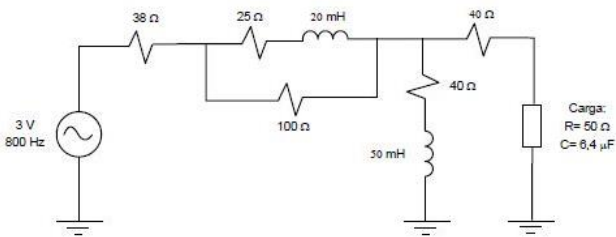

Figura 1. Circuito a ensamblar en el Laboratorio
- Ensamble el circuito de la figura 1. Las resistencias en serie con las bobinas corresponden a las resistencias internas de las mismas, no es necesario adicionar estas resistencias. Mida la tensión y la corriente en la carga.